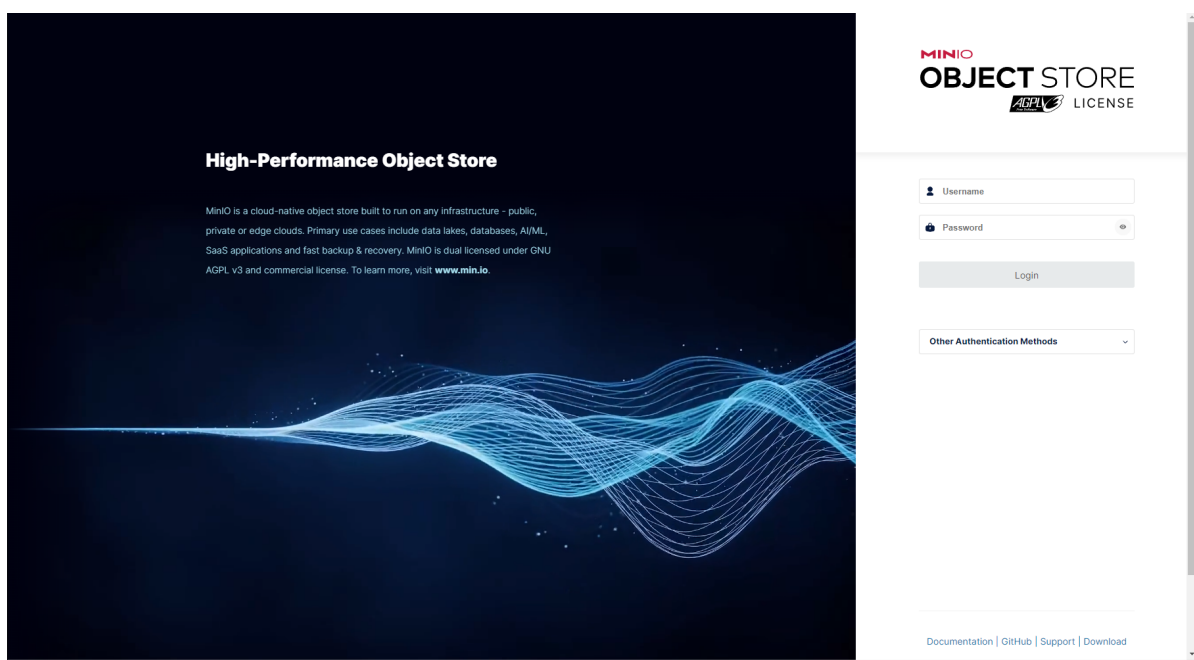

Рис. 78. Окно подключения к «S3»
- 3) Во вкладке «S3» нажмите на кнопку «Open UI», в появившемся веб-интерфейсе требуется ввести логин: «admin» (по умолчанию), пароль: «openmediavault» (по умолчанию) и нажать «Login». Окно подключения к «S3» показано на рис. 78 Окно подключения к «S3»